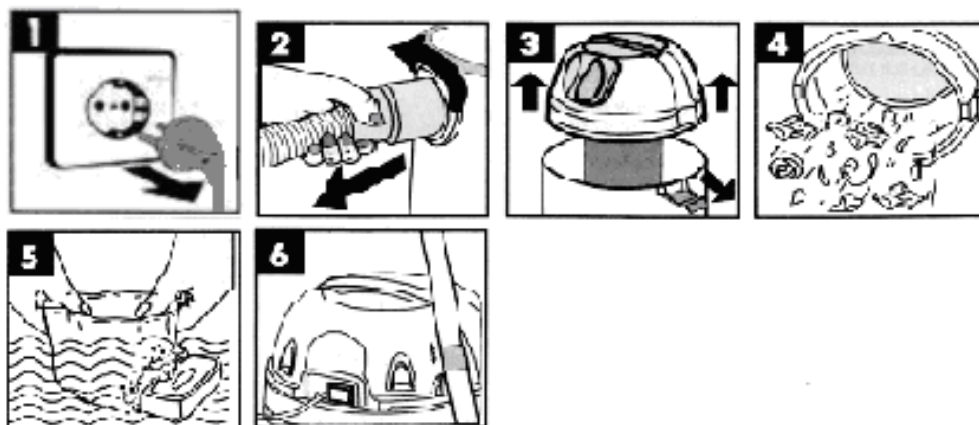

Рис.10
7.1. Очистка пылесоса (Рис.10).